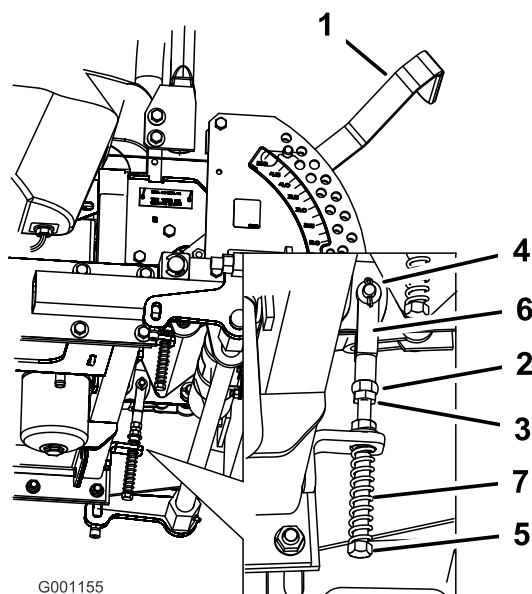

Figura 74
8. Si es necesario un ajuste, afloje la tuerca y la contratuerca contra la horquilla (Figura 74).
9. Aplique una ligera presión hacia atrás en la palanca de control de movimiento, gire la cabeza del perno de ajuste en el sentido apropiado hasta que la palanca de control esté centrada en posición de bloqueo/punto muerto (Figura 74).
10. Apriete la tuerca y la contratuerca (Figura 74).